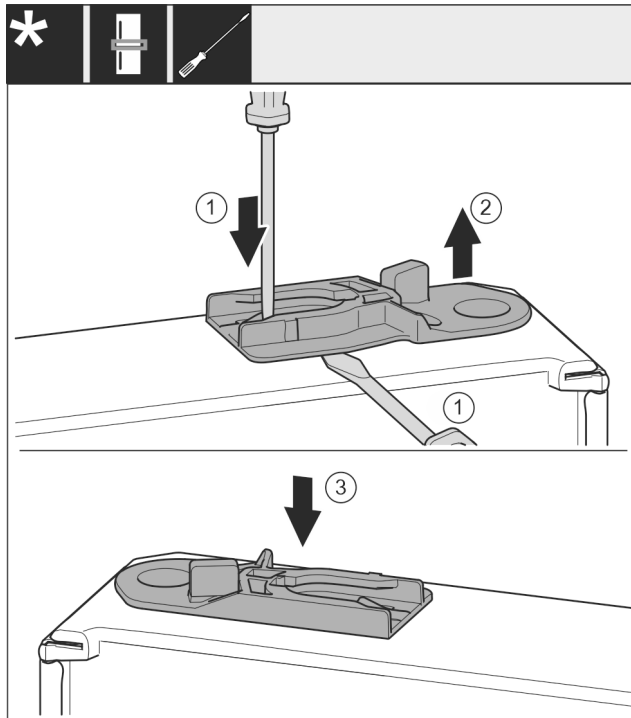

Fig. 41
- Führungsbuchse herausziehen: Lasche Fig. 41 (1) mit Schlitzschraubendreher drücken und gleichzeitig mit Schlitzschraubendreher unter Führungsbuchse Fig. 41 (2) fahren.
- Im Lieferumfang beiliegende Führungsbuchse Fig. 41 (3) auf anderer Gehäuseseite einschieben.